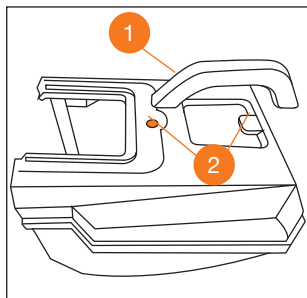

рис. 14
1. Вставьте ручку травосборника **1** в посадочные отверстия **2** и защёлкните её (Рис. 14).